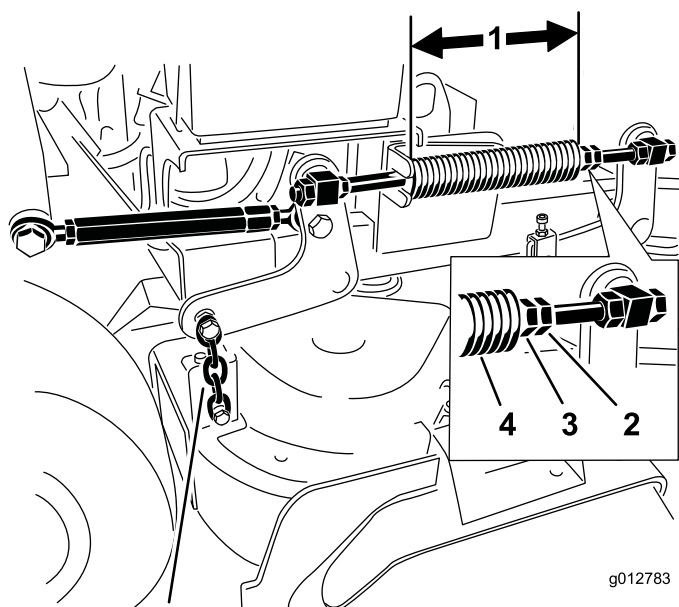

Figura 89
2. Verifique o comprimento da mola de compressão. O comprimento nominal é de 28,2 cm para plataformas de cortadores de 91 cm e de 25,7 cm para plataformas de cortadores de 102 cm (Figura 89).
3. Ajuste esta distância desapertando a porca de bloqueio da mola e rodando a porca em frente de cada mola (Figura 89).
4. Bloqueie a porca na posição apertando a porca de bloqueio da mola (Figura 89).